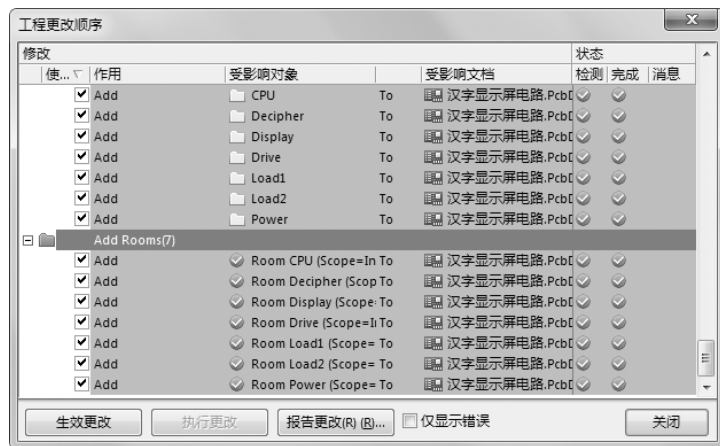

图 15-52 加载元件到电路板
(7) 单击“执行更改”按钮, 执行更改操作, 然后单击“关闭”按钮, 关闭该对话框。加载元件到电路板如图 15-52 所示。